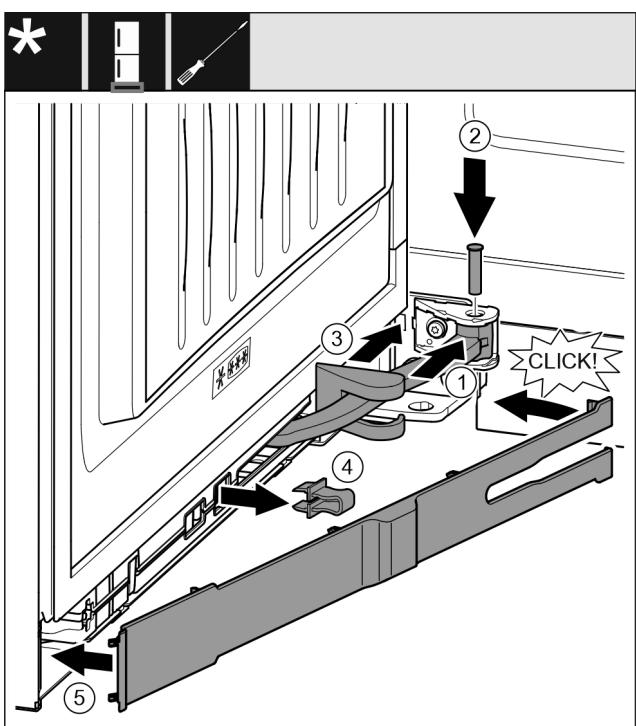

Fig. 67
- Gelenk Fig. 67 (1) in Aufhängung drehen.
- Bolzen Fig. 67 (2) mit einem Schraubendreher in Aufhängung und Gelenk einsetzen. Dabei darauf achten, dass der Rastnocken korrekt in der Nut sitzt.
- Lagerbockabdeckung Fig. 67 (3) entlang des Gelenks schieben und über der Aufhängung montieren.
- Sicherung Fig. 67 (4) abnehmen.
- Blende Fig. 67 (5) griffseitig ansetzen und einschwenken.